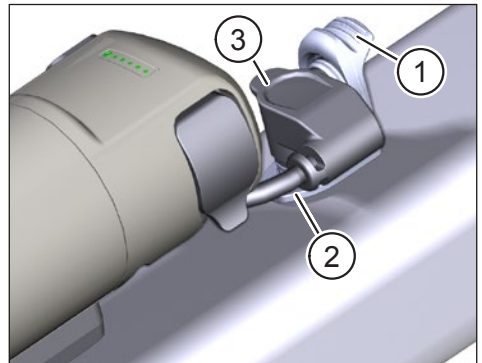

Abb. 8: Verbindungskabel am Ladeport anschließen
- ▶ Klappen Sie die Abdeckung (Pos. 1 in Abb. 8) am Ladeport (Pos. 2 in Abb. 8) im E-Bike-Rahmen auf.
- ▶ Richten Sie den Stecker (Pos. 3 in Abb. 8) des Verbindungskabels so aus, dass die Steckerkodierungen von Stecker und Ladeport übereinstimmen.
- ▶ Stecken Sie den Stecker in den Ladeport und sichern Sie den Stecker mit der Abdeckung (Pos. 1 in Abb. 8).